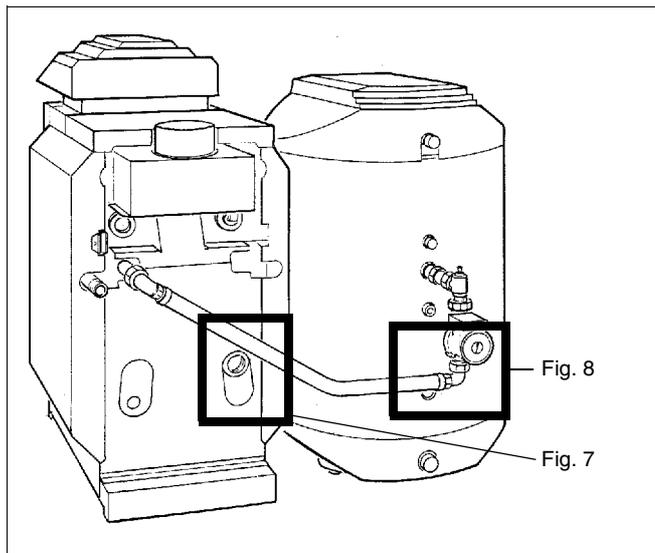
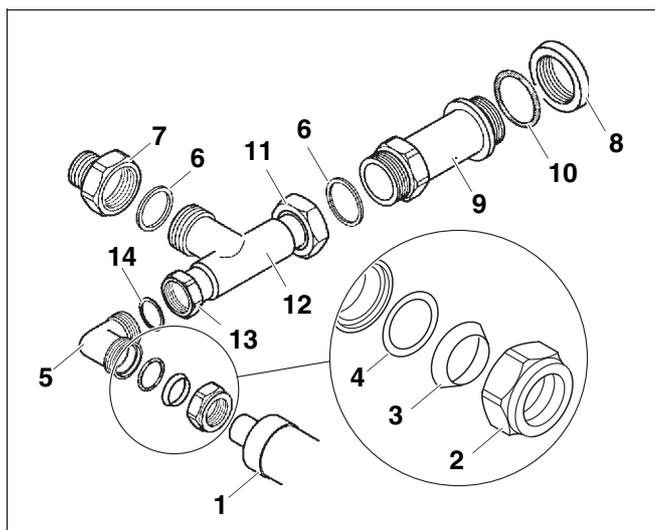

Fig. 6 Vista posteriore con collegamento mandata montato
Fig. 7 Ritorno caldaia e ritorno accumulatore alla caldaia
- Posizionare l'O-Ring (fig. 7, pos. 10) nella scanalatura del doppio nipplo ed avvitare il doppio nipplo all'attacco Ritorno caldaia/accumulatore lato caldaia (fig. 6 e 7).
- Posizionare la guarnizione nel dado di raccordo G 1 1/2 dell'elemento a T ed avvitare a fondo l'elemento a T al doppio nipplo (fig. 6 e 7).
- Nel caso in cui non venga utilizzato il set di collegamento KAS 1: Posizionare la guarnizione nel dado di raccordo dell'elemento di raccordo G 1 1/2 su R 1 1/4 e avvitare l'elemento di raccordo all'uscita laterale dell'elemento a T (fig. 6 e 7).
- Infilare sul tubo di ritorno nel seguente ordine: il dado di raccordo, l'anello di fissaggio (dal lato con taglio trasversale) e l'O-Ring (anello torico) (fig. 7, pos. 4) (fig. 7).
- Avvitare il sistema di serraggio angolare con anello e il tubo di ritorno con il dado di raccordo (fig. 6 e 7).
- Inserire la guarnizione nel dado di raccordo G 1 dell'elemento a T ed avvitare a fondo il sistema di serraggio angolare con anello all'elemento a T (fig. 6 e 7).
- Inserire la guarnizione nel dado di raccordo sull'altro lato del tubo di ritorno ed avvitare il tubo di ritorno all'attacco di ritorno accumulatore (fig. 6 e 8).